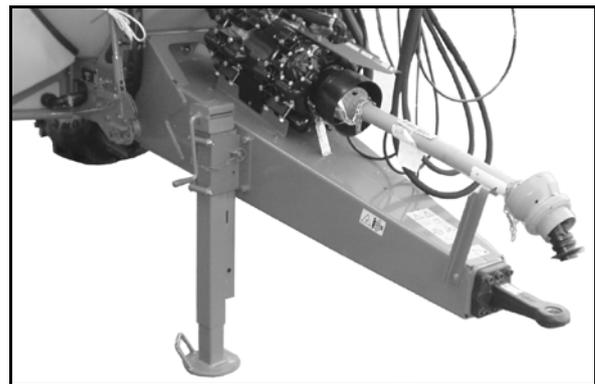

Fig. 43
- **Lanza de enganche (Fig. 43)**